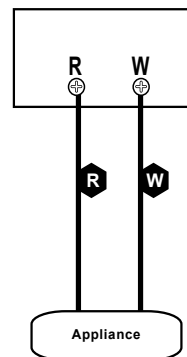

Figure 26.2
5. Connectez le fil du thermostat aux bornes de B et R (**Figure 26.2**).